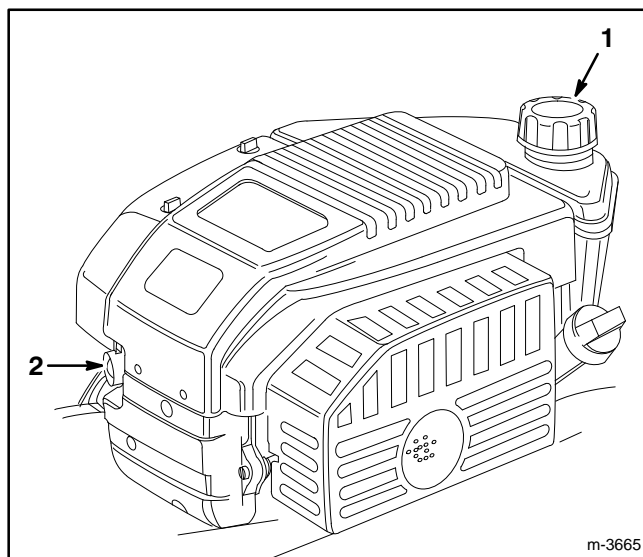

Figure 10
1. Nettoyer le pourtour de l'orifice de remplissage (Fig. 10) et retirer le bouchon. Ne pas remplir le réservoir complètement. Verser de l'essence sans plomb jusqu'à 6 à 13 mm (1/4 à 1/2 pouce) du sommet du réservoir. Veiller à ce que le niveau n'atteigne pas le goulot de remplissage.
4. Appuyer 3 fois sur l'amorceur (fig. 10). **Attendre environ 2 secondes entre chaque actionnement.**